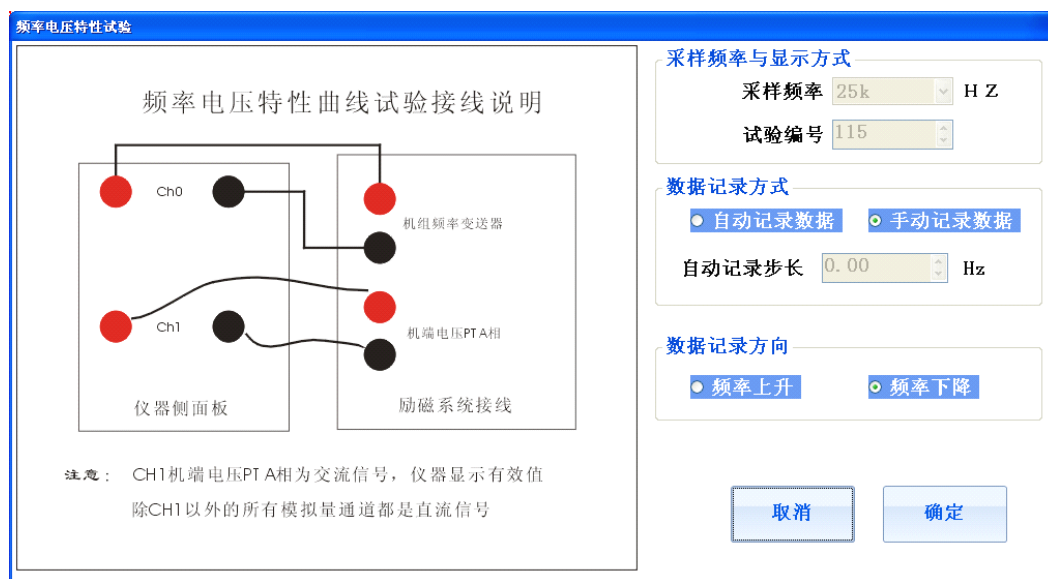

图 37 频率电压特性曲线
1) 按照图 37 所示的试验参数设置界面连接测试线，获取测试信号